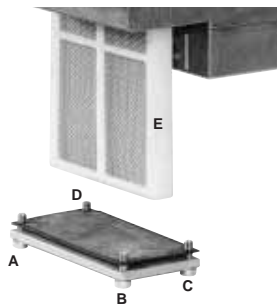

Fig. 28
- 2 Remove screws 1 ÷ 6 (Fig. 28).